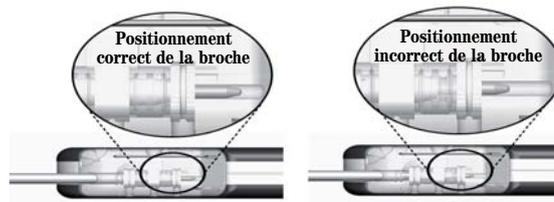

Figure 16 : Position de la broche de connexion de l'électrode
2. Assurez-vous que la broche de connexion est enfoncée nettement au-delà de la dernière bague du connecteur dans la tête de l'appareil (figure 16). Lorsqu'elle est vue depuis le dessus de la tête, la broche distale doit sortir au-delà de la bague du connecteur, au moins jusqu'à mi-chemin du fond de la cavité.